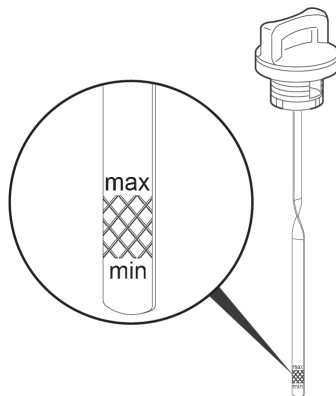

Рис. 10 Уровень масла в картере двигателя
5. Аккуратно вытащите щуп и осмотрите его. Уровень масла должен соответствовать верхней отметке «max» на щупе (Рис. 10).
4. Аккуратно извлеките щуп и осмотрите его. Уровень масла должен соответствовать верхней отметке на щупе. При недостаточном уровне масла в картере необходимо долить чистое масло до верхней отметки «тах» на щупе (Рис. 10).